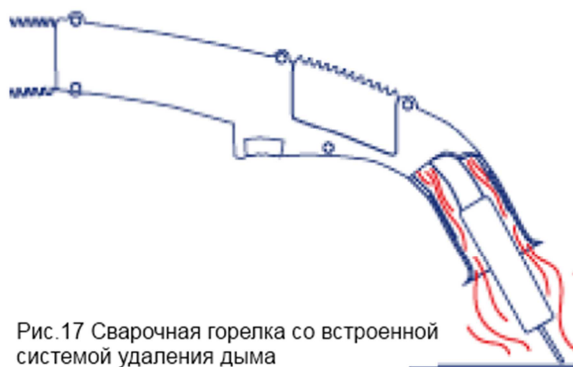

Рис. 17 Сварочная горелка со встроенной системой удаления дыма
- использовать местные вытяжные системы, т.к. всасывают вредные вещества до того как они попадут в зону дыхания человека или общую атмосферу цеха. Существует несколько типов местных вытяжных систем, таких как стационарные вытяжки, вытяжные рукава, мобильные вытяжные сопла или вытяжки встроенные в сварочную горелку, см. рис. 17. Тип вытяжки подбирается исходя из каждой конкретной ситуации.